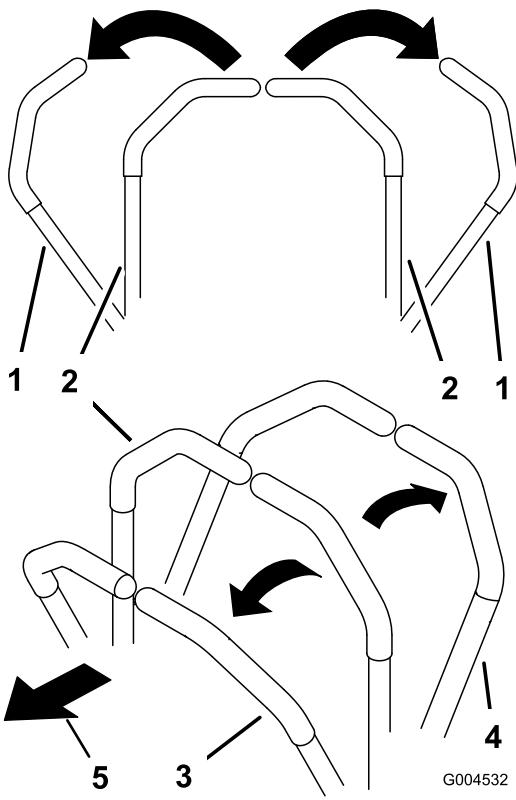

Bild 25
- Schieben Sie für das Vorwärtfahren die Fahrantriebshebel langsam vorwärts (Bild 25).
- Ziehen Sie zum Rückwärtfahren die Fahrantriebshebel langsam nach hinten (Bild 25).
- Zum Wenden, ziehen Sie beide Hebel nach hinten, um die Maschine zu verlangsamen; schieben Sie dann einen Hebel an der entgegengesetzten Seite zur Wenderichtung nach vorne (Bild 25).